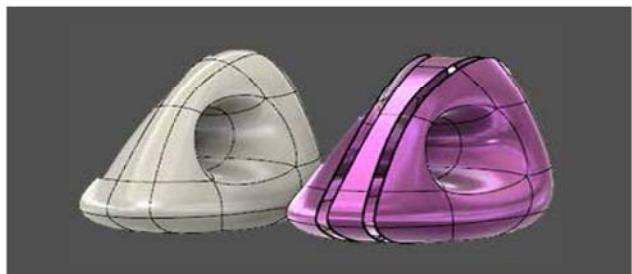

图 2-111
(9) **取消焊接边**: 断开边或回路连接（见图 2-111）。选择边或双击选择回路，按住 Ctrl 键（Windows）或 Command 键（Mac）选择多条边。